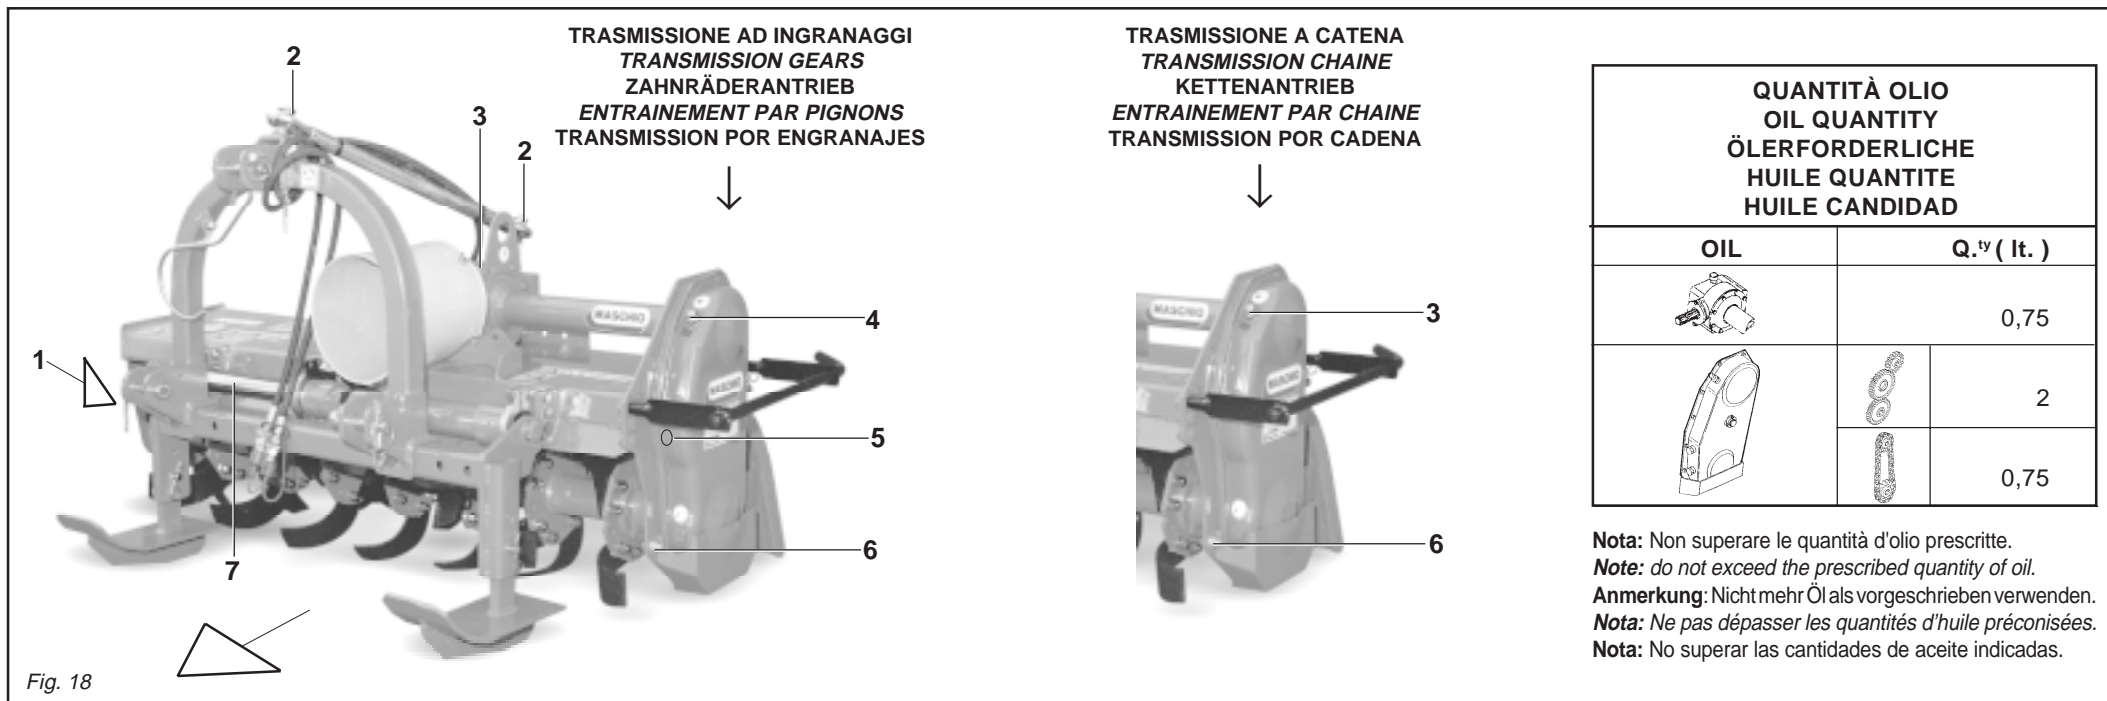

Fig. 18
- Das Öl im Getriebe und im Seitenantrieb wechseln. Dazu die Ölablaßschraube unter dem Getriebegehäuse und den Stopfen des seitlichen Antriebs (6 Abb. 18) losdrehen und das Öl ausfließen lassen.
- Graissez les articulations du tirant de réglage (2 Fig. 18).
- Graissez les fusées du rotor (1 Fig. 18).
- Contrôlez le niveau de l'huile dans la boîte du réducteur. Si nécessaire, rajouter de l'huile jusqu'au cran sur la jauge (3 Fig. 18).
- Contrôlez le niveau de l'huile dans le carter latéral de la transmission en dévissant le bouchon de niveau (5 Fig. 18) et vérifiant si l'huile sort. Si nécessaire rajouter de l'huile par le bouchon (4 Fig. 18) jusqu'à ce qu'elle sorte par le bouchon de niveau.
- Vidangez entièrement l'huile du réducteur et du carter de transmission à travers le bouchon de vidange qui se trouve sous la boîte du réducteur et par le bouchon de vidange de la transmission (6 Fig. 18).
- Engrasar los puntos de articulación del tirante de regulación (2 Fig. 18).
- Engrasar los ejes del rotor (1 Fig. 18).
- Controlar el nivel de aceite en el reductor, eventualmente rellenar hasta la muesca de nivel presente en la varilla (3 Fig. 18).
- Controlar el nivel de aceite en el carter lateral de la transmisión, desenroscando el tapón de nivel (5 Fig. 18) y controlando que salga el aceite. Eventualmente agregar aceite a través del tapón de llenado (4 Fig. 18), hasta que veamos que sale por el tapón de nivel.
- Efectuar el cambio completo del aceite, tanto del reductor como también del carter de transmisión, descargando completamente el aceite del tapón de descarga presente debajo de la caja del reductor y del tapón de descarga transmisión (6 Fig. 18).